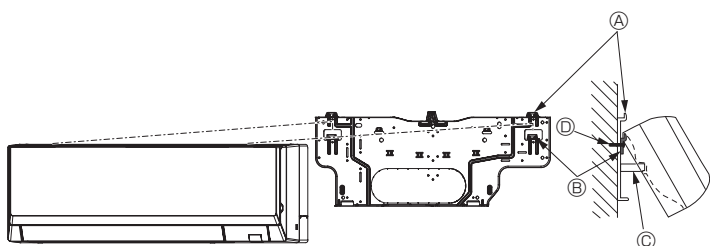

Fig. 3-26
- Si l'appareil intérieur ne peut être suspendu et soulevé à l'aide du crochet classique (la dimension de 2.1. Ⓢ (espacement entre le plafond et l'appareil) est de 75 mm, 2-61/64 pouces, ou moins), suspendre l'appareil sur le crochet inférieur. (Fig. 3-26)
(Fig. 3-26)